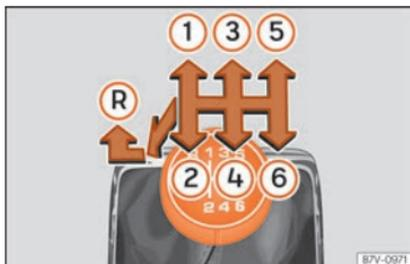

Fig. 50 Grille des vitesses de la boîte mécanique à 6 vitesses.
Les positions des vitesses sont représentées sur le levier de vitesses »» **fig. 50**.
- Au point mort, appuyez sur le levier de vitesses, déplacez-le complètement vers la gauche puis vers l'avant pour passer la marche arrière »» **fig. 50 (R)**.